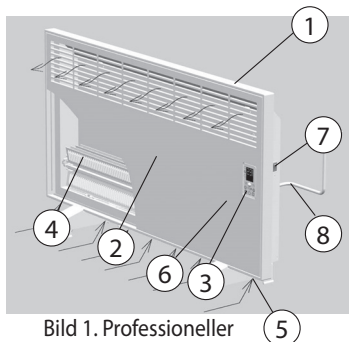

Bild 1. Professioneller Konvektor
Stecker in eine geerdete Steckdose stecken. Netzschalter  auf der rechten Seite des Gerätes (siehe Abb. 1) auf „Ein“ (Netzschalter in „I“-Stellung) bringen. Ein/Aus-Schalter  für kurze Zeit betätigen. Gerät wird eingeschaltet. Beim Einschalten ist auf der Anzeigetafel (23) die Umgebungstemperatur zu sehen.
(siehe Abb. 1) eingeschaltet (Netzschalter des Gerätes in „I“-Stellung) ist, der Ein/Aus-Schalter  jedoch auf „Aus“ steht. Bevor Ein/Aus-Schalter betätigt wird, Timer-Taste  drücken. Taste solange gedrückt halten, bis die erwünschte Stundenzahl ab die das Gerät laufen soll auf der Anzeige erscheint. Nach der Einstellung wird auf der Anzeigetafel ein Warnlicht zu sehen sein, das solange brennt, bis das Gerät automatisch einschaltet. Die Heizung wird nach Verstreichen der ausgewählten Dauer automatisch eingeschaltet und erwärmt die Umgebung.